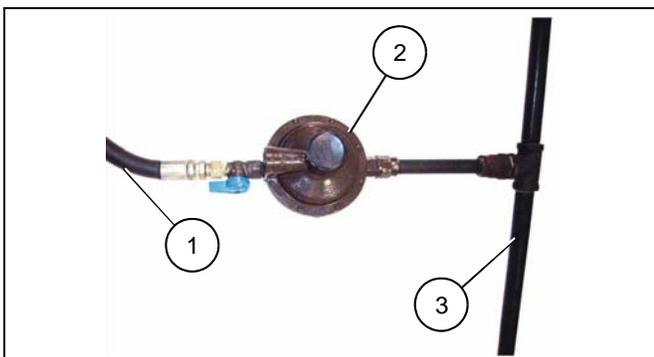

Figure 3B
Pour la connexion du gaz, fixez le régulateur (2) à la ligne haute pression (3) à l'extérieur du bâtiment la Figure 3B. Connectez le flexible (1) à l'extrémité basse pression du régulateur avec un raccord en laiton spécial. Voir la Page 13 pour connaître les exigences en matière de GPL et gaz naturel.